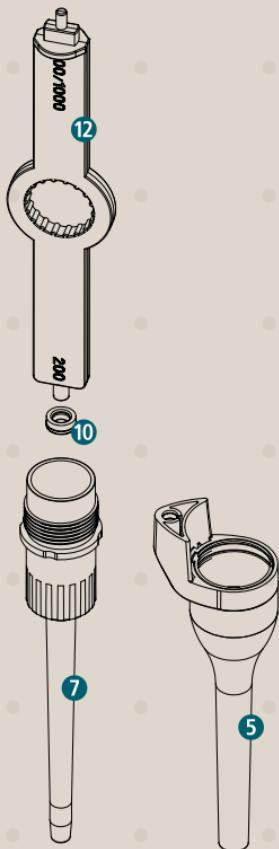

Fig. 6
- Saque la junta anular **10** utilizando la herramienta de montaje (Fig. 6) del cono de punta e intercambio (recambios de juntas anulares véase también 8 Información de pedido).